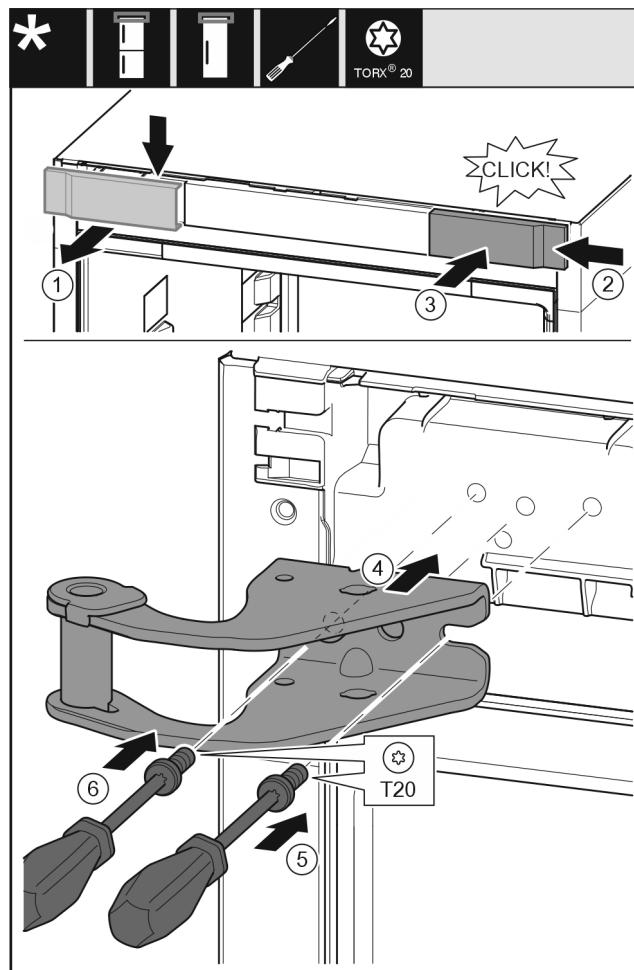

Fig. 12
- Odoberte kryt zhora dopredu. Fig. 12 (1)
- Kryt zaveste na druhú stranu sprava otočený o 180°. Fig. 12 (2)
- Kryt zaklapnite. Fig. 12 (3)
- Nasadťte hornú ložiskovú konzolu. Fig. 12 (4)
- Skrutku nasadťte a pevne zaskrutkujte skrutkovačom T20. Fig. 12 (5)
- Skrutku vložte a pevne zaskrutkujte skrutkovačom T20. Fig. 12 (6)